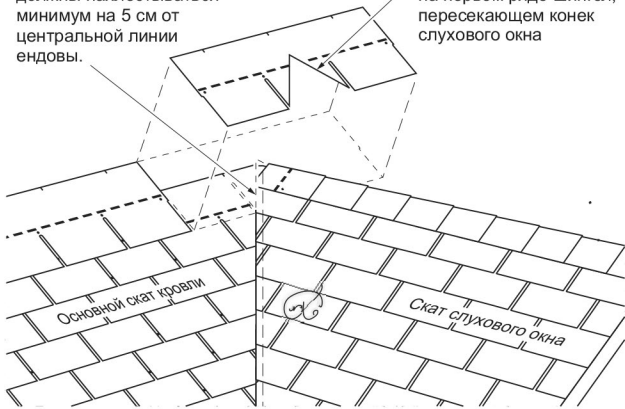

Рисунок 9. V-образный вырез должен точно соответствовать углам ендов и коньку.
Сложным элементом является узел примыкания конька слухового окна к плоскости ската кровли. Этот узел должен быть выполнен таким образом, чтобы обеспечить не только эстетику стыка, но и гидроизоляцию этого узла (Рисунок 9).
3. Обрежьте первый гонт, который пересекает конек слухового окна (Рисунок 9.) V-образным способом. Этот вырез должен быть точно вымерен относительно углов ендов и конька слухового окна. Этот вырез должен соответствовать по размерам ендов с обеих сторон слухового окна таким образом, чтобы при монтаже нахлестываться на загиб ендовых гонтов (т.е. обрезан по размерам центральной линии ендов).